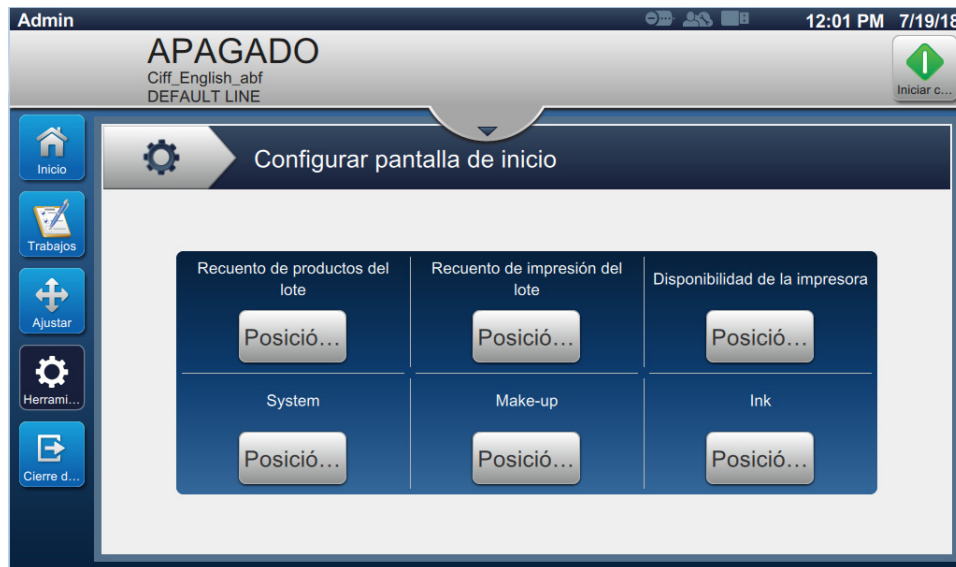

Figura 6-19. Configurar pantalla de inicio
1. Pulse el botón  de la pantalla Herramientas. Se abrirá Configurar pantalla de inicio, como se muestra en la Figura 6-19.